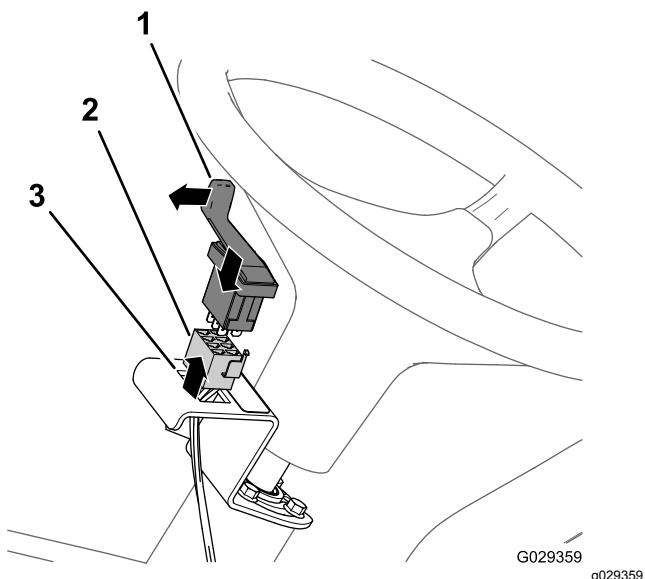

Figura 209
4. Monte el interruptor en el soporte y presiónelo hasta que se ajuste firmemente en la abertura (Figura 209).